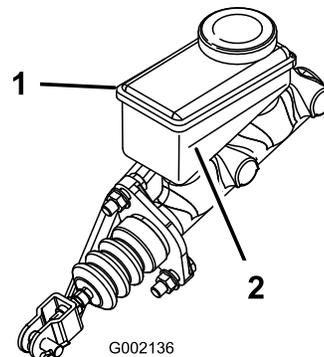

图 55
3. 观察油箱侧面的油位线 图 55。
B. 向油箱添加 DOT 3 刹车油直至液位到达最低标志线上方 图 55。